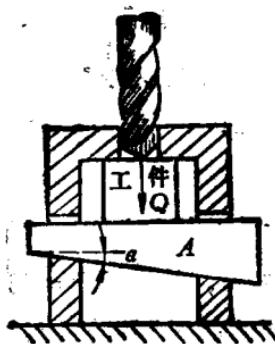

图 6
6. 图6所示为一钻模，依靠楔块A顶住工件，摩擦系数 $f = 0.07$ ，试求楔块A的自锁条件。